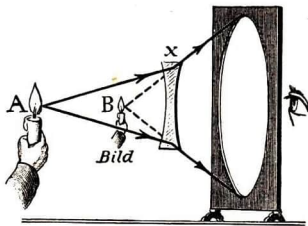

Abb. 263. Zerstreuungslinse
so werden nach dem Winkelhakensatz ( $\sphericalangle F X S = \sphericalangle A X S''$ ) die gebrochenen Strahlen jenseits der Linse **gesammelt**. Dieses zeigt Abb. 263. Es entsteht dann ein **wirkliches (= reelles) Bild**, das frei im Raum schwebt und mit einem Schirm aufgefangen werden kann. Das Bild erweist sich als **umgekehrt**, wie alle reellen Bilder. Objekt und Bildort sind vertauschbar. (Photographen-Linse.)
5. Die Bildgröße findet man rechnerisch, wenn man beachtet, daß in Abb. 263 die zwei Dreiecke  $ABO$  und  $A'B'O$  ähnlich sind. Daraus folgt wieder  $G : G' = a : b$ , d. h.
Nach dem Winkelhakensatz wächst die Zerstreuung, wenn die Strahlen von einem Punkt  $A$  ausgehen, der im Endlichen vor der Linse liegt (Abb. 263).
**Parallel** in ihr Auge tretende Strahlen vereinigen sich wegen des zu lang gestreckten Augapfels schon vor Erreichung der Netzhaut. — Ebenso Strahlen, die von einem **fernen Punkt** kommen. Durch Vorsetzen einer geeigneten **Zerstreuungslinse** (= N herungsbrille) werden diese Strahlen jedoch so zerstreut, als k men sie von einem dem Auge **n heren Ort** (Abb. 263). Auf diesen kann der Kurzsichtige akkomodieren.